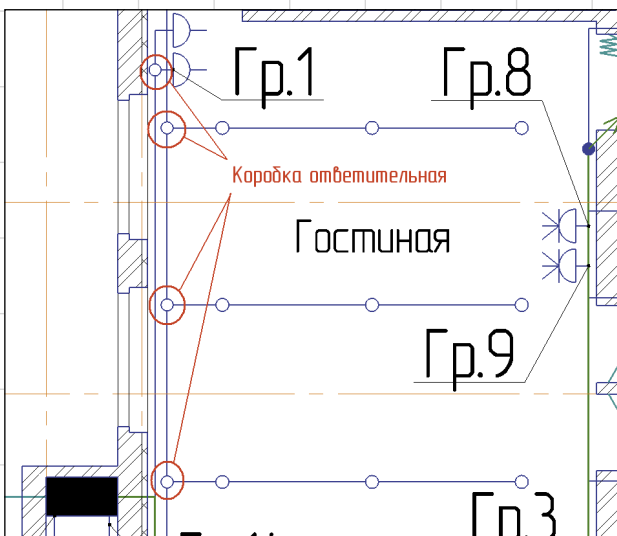

Рис. 5. Автоматическое размещение разветвительных коробок
4. Переходим к построению трасс для прокладки групповых линий питания. Причем разветвительные коробки на участках логического разветвления кабелей и при вставке выключателей и переключателей на одной линии будут формироваться автоматически (рис. 5).